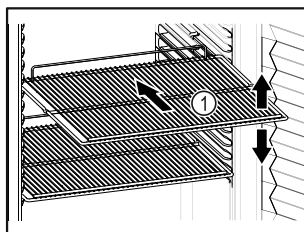

Fig. 57 Примерное изображение
- Если имеются решетчатые полки Fig. 57 (1), отрегулируйте высоту их установки.